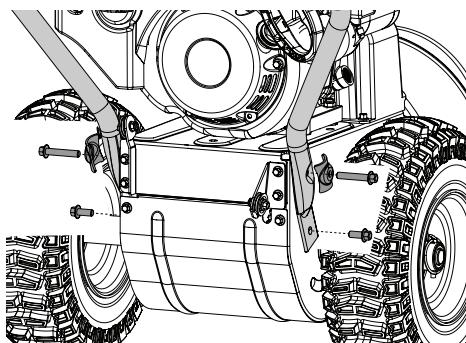

Рис. 5 Установка рукоятки (общий вид)
- Установите рабочую рукоятку (Рис. 5).